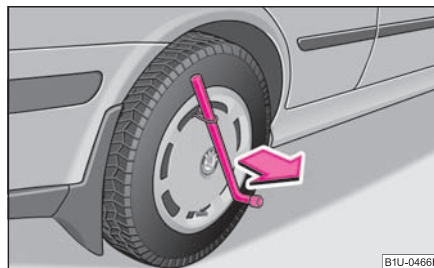

Fig. 160 Demontarea capacului de roată
- Introduceți cheia* prin mâner, sprijiniți cheia de roată și trageți capacul ⇒ fig. 160.